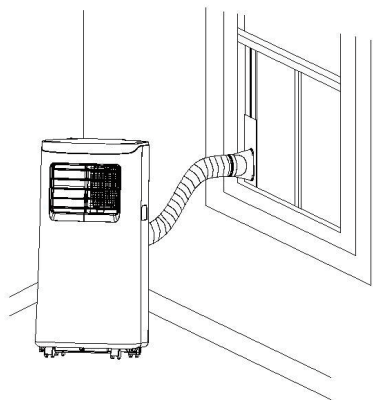
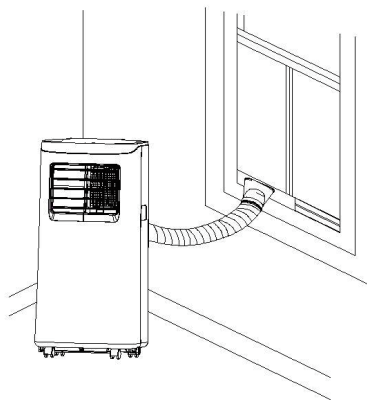

Abb. 5
Abb. 6
- 2) Verlängern Sie die Abluftleitung und rasten Sie das flache Ende der Abluftleitungsstutzen im Loch der Fensterdichtungsplatte ein (wie in Abb. 5 und Abb. 6 gezeigt).